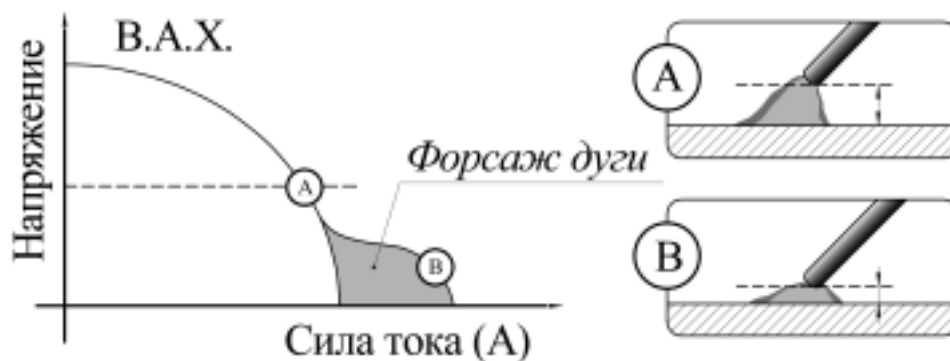

Рис. 6.7. Форсаж дуги.
**Форсаж дуги** рекомендуется применять при сварке покрытыми электродом и неплавящихся ток. В процессе сварки происходит автоматическая регулировка силы сварочного тока, что уменьшает склонность к залипанию покрытого электрода к свариваемой детали (см. рис. 6.7).